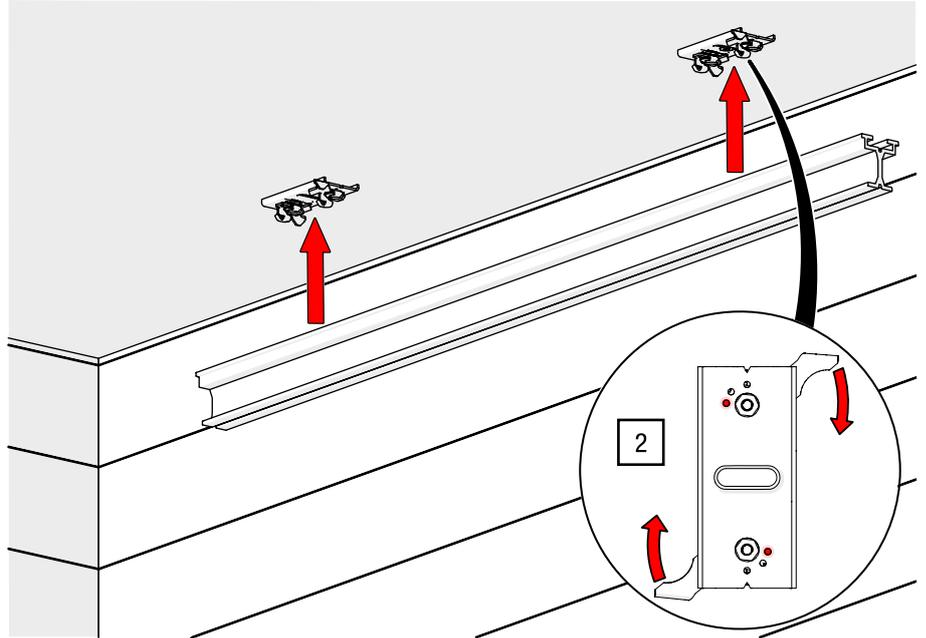

Abb. 54: Deckenmontage – Schiene an G-TWIST II fixieren
2. Heben Sie die Schiene an und verriegeln Sie die G-TWIST II in den ersten Rastpunkt (siehe Abb. 54).